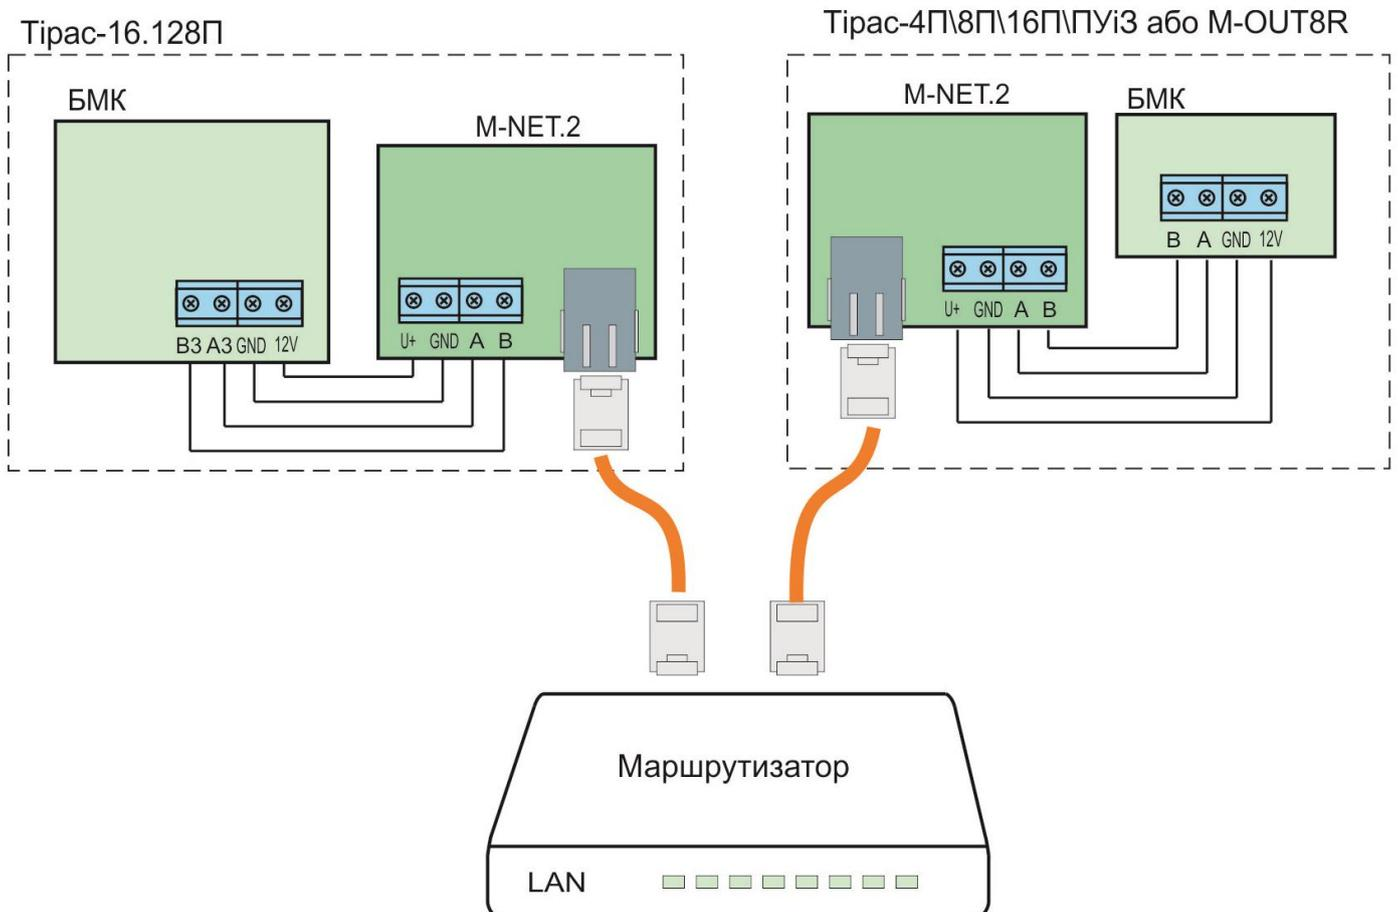
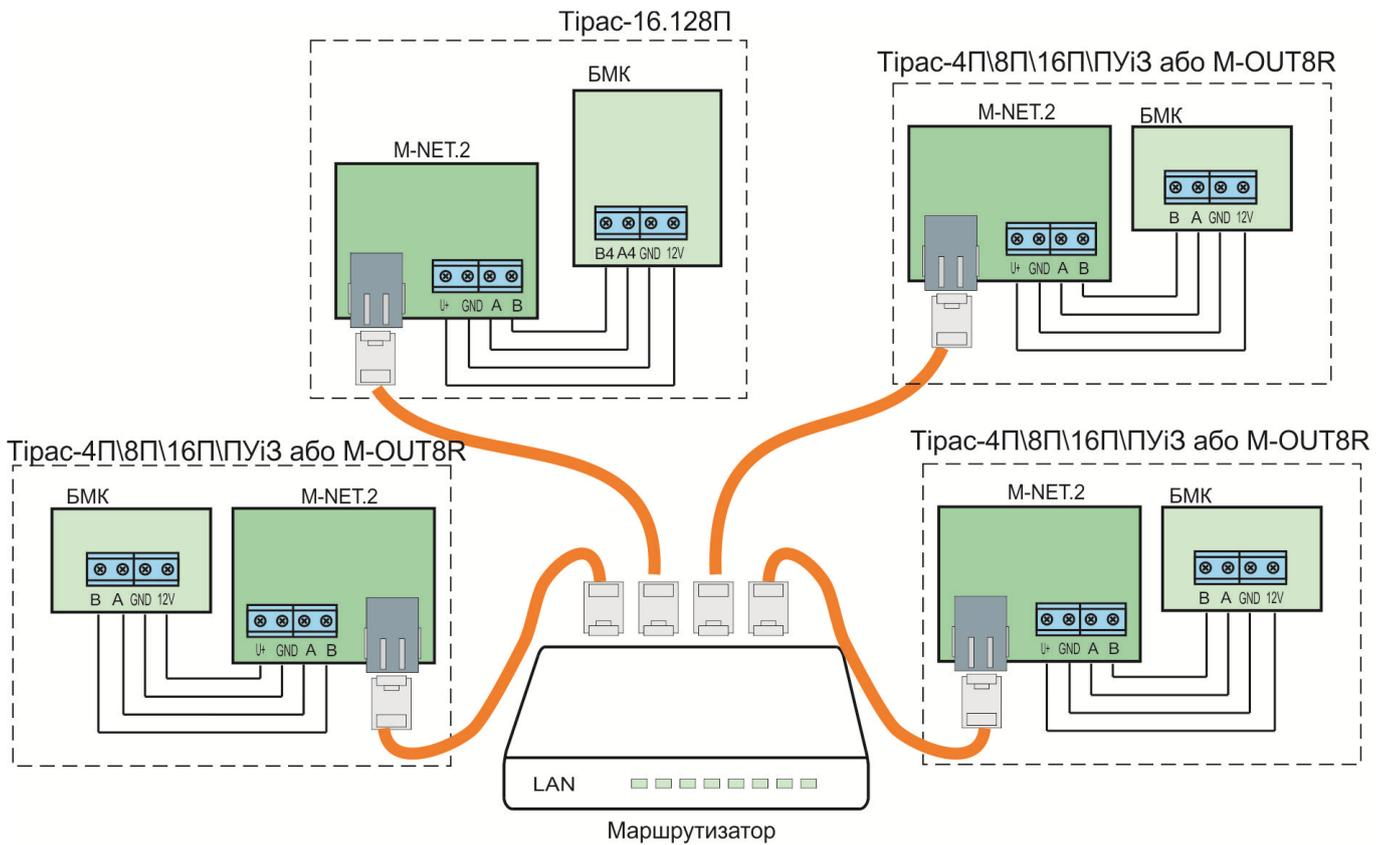

Рисунок 8.3 – Підключення пристроїв через маршрутизатор
Рисунок 8.4 – Підключення кількох пристроїв через маршрутизатор
2. **Через маршрутизатор** (одиничне підключення рис. 8.3 та мультипідключення рис. 8.4), за допомогою прямого Ethernet кабелю (рис 8.5).